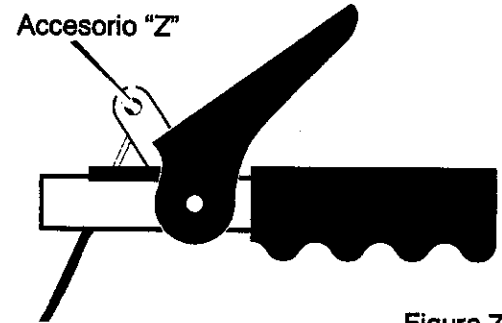

Figura 77
Para asegurarse de que estén bien ajustados, suelte el accesorio "Z" en la palanca de propulsión (Figura 77).
5. Desconecte el accesorio "Z" de la palanca de propulsión (Figura 77).
11. Instale el **gancho "Z"** en la **palanca de propulsión** (Figura 77).